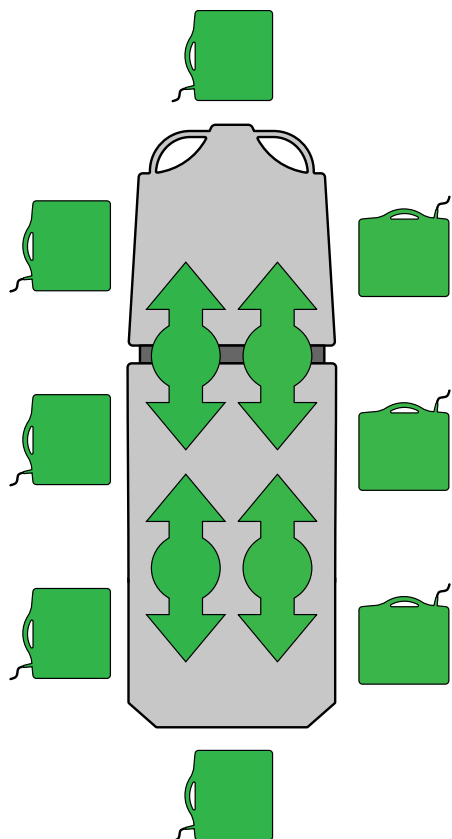

图 17 – 插入或移除 X 射线暗盒
1. 使用位于产品所有侧面上的位置指示标签将患者置于产品中间（图 17）。